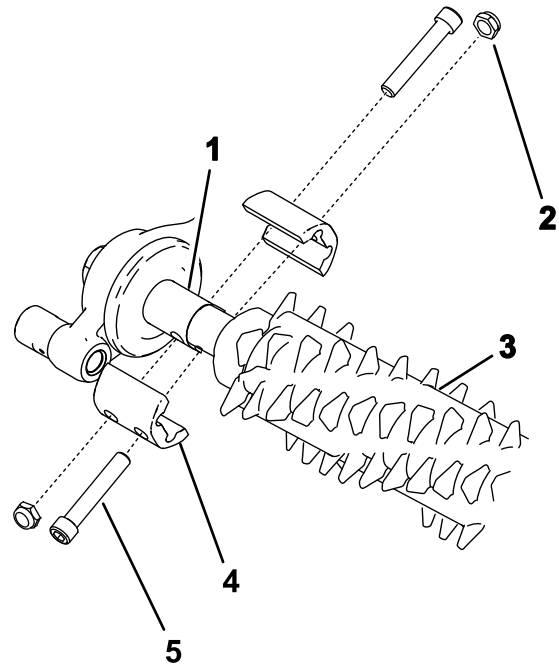

Bild 25
- Fluchten Sie die Groomerspindel mit dem Groomerantrieb und der Spannscheibe aus (Bild 25).
- Ziehen Sie die Schrauben, die die Groomerbaugruppe in Position halten, wie in Bild 25 dargestellt. Ziehen Sie die Schrauben auf ein Drehmoment von 5 bis 7 Nm an.